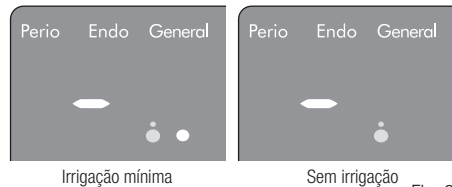

Fig. 20
- Visor do gráfico de barras (Fig. 20)